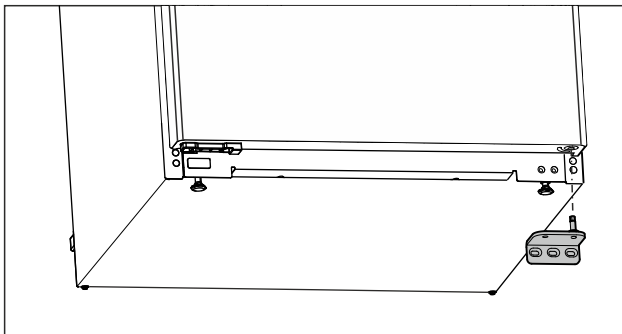

Fig. 15
- ▶ Detașați suportul de lagăr în jos. (vezi Fig. 15)